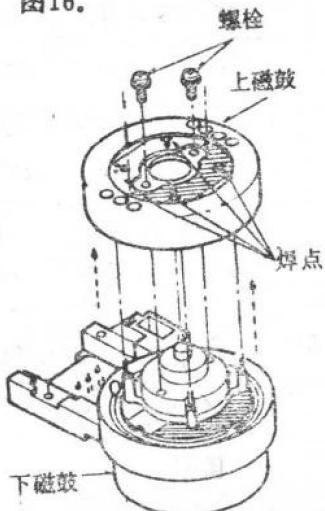

图15
- 先旋出如图15所示的 2 个螺栓，然后熔开 8 个如箭头所示的焊点。向上取出上磁鼓。